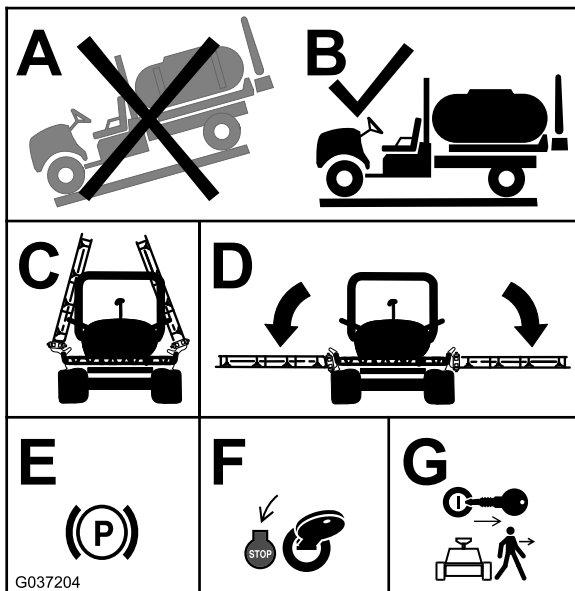

Bild 1
1. Stellen Sie die Maschine auf einer ebenen Fläche ab (Kasten A und B in Bild 1).
2. Senken Sie die äußeren Ausleger ab (Kasten C und D in Bild 1).
3. Aktivieren Sie die Feststellbremse (Kasten E in Bild 1).
4. Stellen Sie den Motor ab (Kasten F in Bild 1).
5. Ziehen Sie vor dem Verlassen der Maschine den Zündschlüssel vom Zündschloss ab (Kasten G in Bild 1).